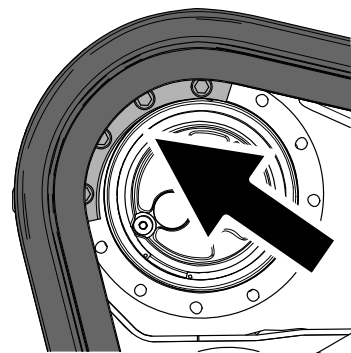

Рисунок 76
- Перемещайте рычаг управления тягой вперед до тех пор, пока сегмент ведущего колеса не войдет в зацепление с гусеницей (Рисунок 76).
10. Нанесите резьбовой герметик на болты другого снятого сегмента ведущего колеса и установите этот сегмент (Рисунок 76). Затяните болты с моментом от 247 до 301 Н·м.